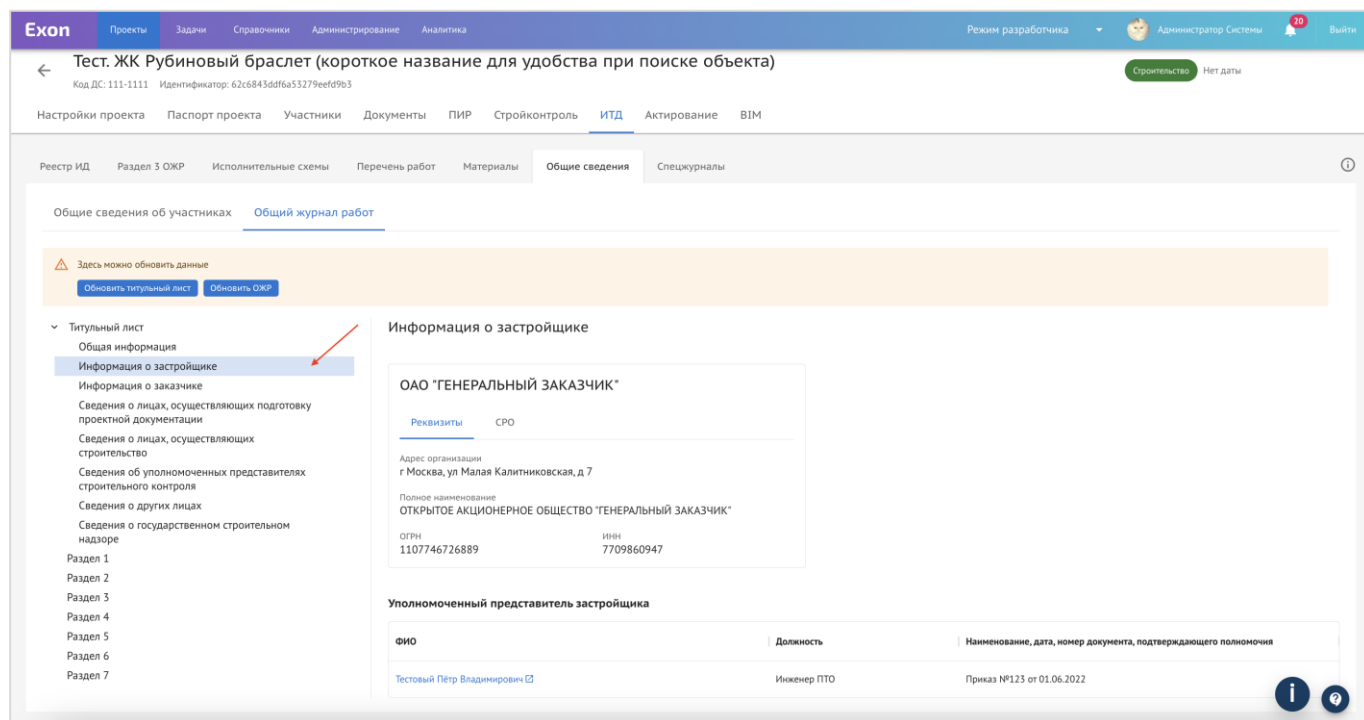

Рис. 10 – Информация о застройщике
3. **Информация о застройщике.** Данный блок формируется автоматически на основе вкладки «Участники», подтягиваются пользователи из организации с ролью «Застройщик» (рис. 10);